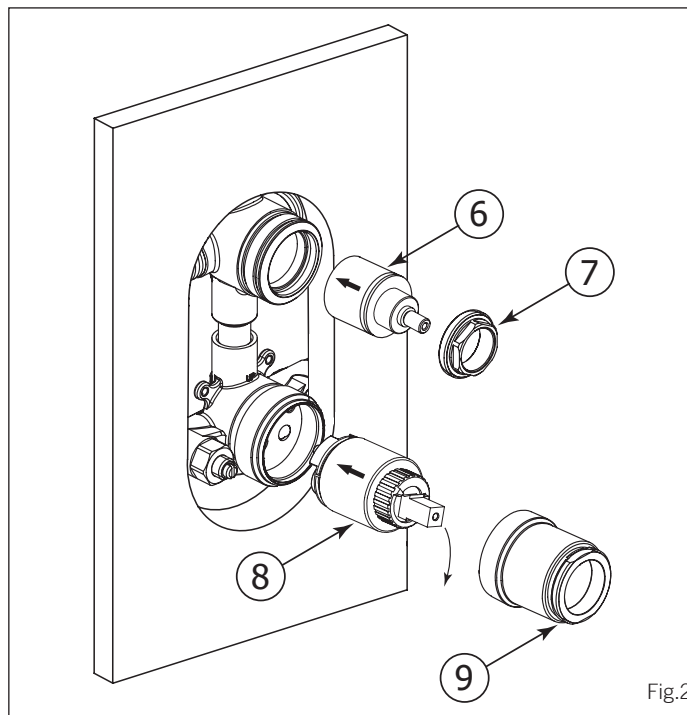

Fig.2
Insert the P.B. cartridge (8) and the diverter cartridge (6) into the valve body as shown (Fig.2). Screw the cartridge holder (9), large nut (7) back into place. **DO NOT OVERTIGHTEN.**
Insérer la cartouche P/B (8) et la cartouche du déviateur (6) dans la valve tel qu'illustré. (Voir Fig.2). Revisser le manchon (4) et l'écrou (7) en place. **NE PAS TROP SERRER.**